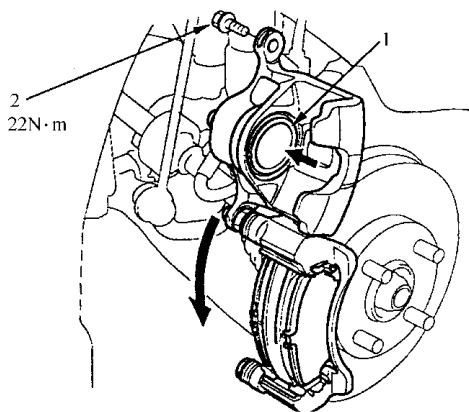

图 8-18 安装活塞
9) 如图 8-18 所示，将活塞推入，使制动钳卡在制动片上。确认活塞护套就位，以防向下转动制动钳时，损坏活塞。